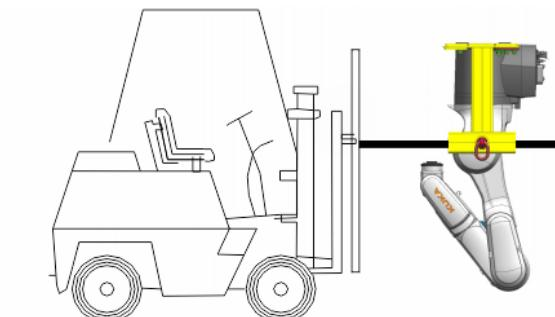

Abb. 8-24: Lastaufnahmemittel mit Gabelstapler aufnehmen
12. Lastaufnahmemittel mit Gabelstapler aufnehmen (>>> Abb. 8-24).